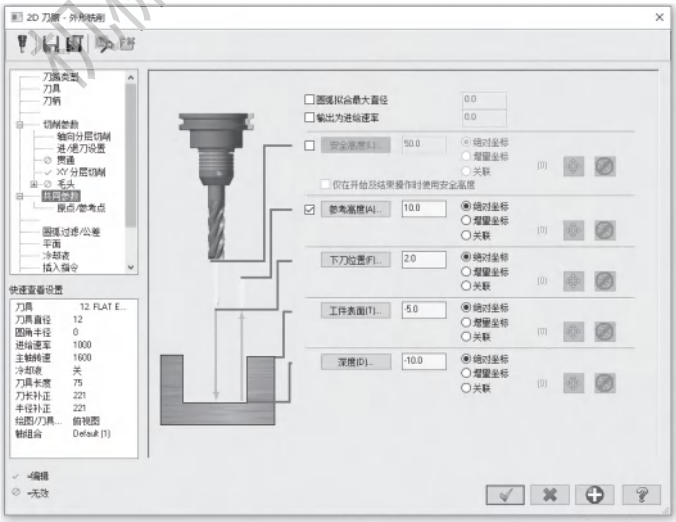

图 3-54 设置共同参数
5) 单击【共同参数】选项，设置【参考高度】为 10.0mm，【下刀位置】为 5.0mm，【工件表面】为 -5.0mm，【深度】为 -10.0mm，选择所有【绝对坐标】选项，如图 3-54 所示。